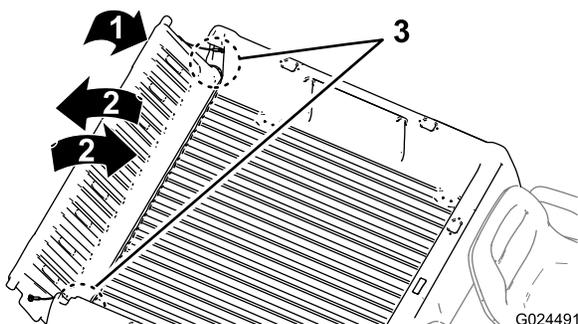

図 21
- テールゲートを 45°程度の角度にする 図 21。
3. この位置から、テールゲートを小刻みに前後に振るよう数回往復させる 図 21。